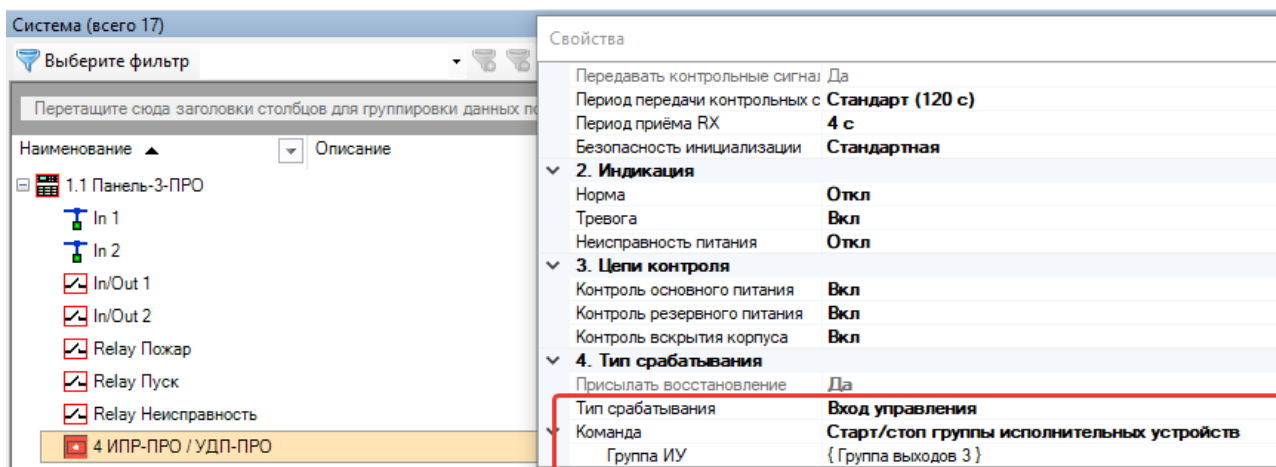

Рис. 58
- Устройство должно быть запрограммировано на активацию данной группы выхода. (см. рис. 58).